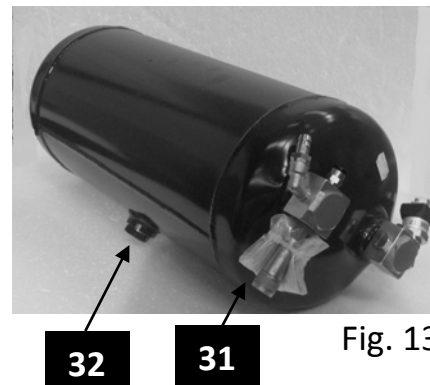

Fig. 13
1. Leer la placa soldada o incisa en el depósito, no puede ser utilizado sobrepasando las condiciones de presión (PS), temperatura máxima (Tmáx) y temperatura mínima (Tmín) escritas en la placa.
6. El usuario debe mantener limpio el depósito: una vez al año descargar la condensación desenroscando el tapón de descarga colocado debajo del depósito Fig. 1- Fig. 13 pos.32. Esta operación debe realizarse con el depósito no bajo presión.
### CONTROL PERIÓDICO DE LA VÁLVULA DE SEGURIDAD (Fig. 13 pos. 31)